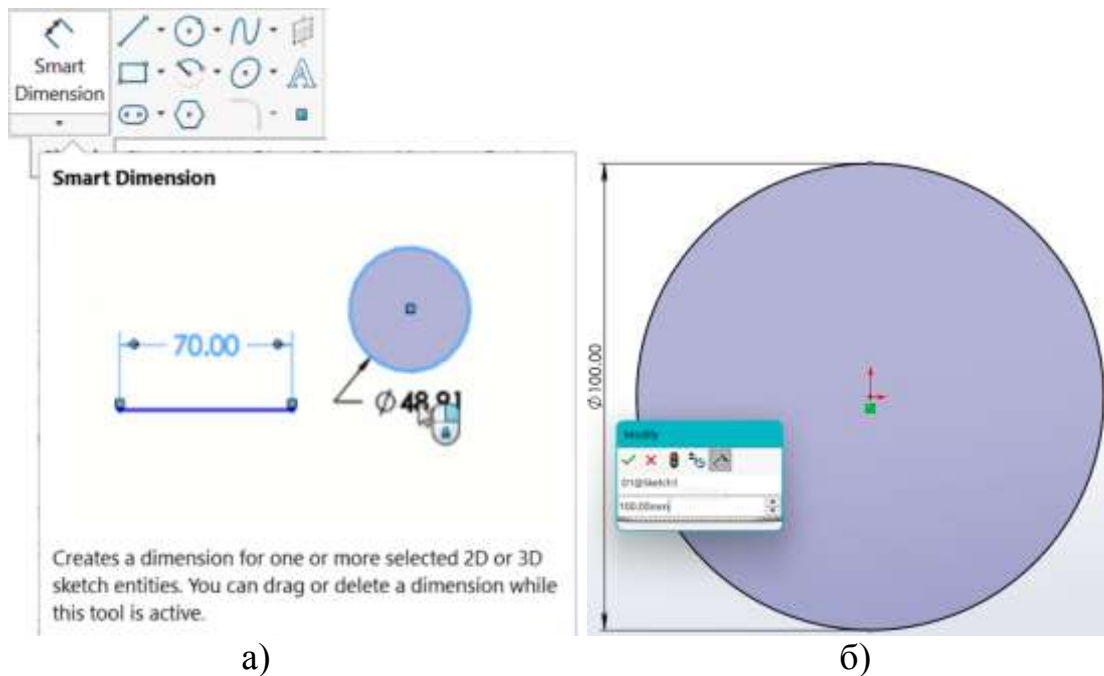

Рисунок 4.22 – Кнопка Smart Dimension з інструкцією побудови а) та результат нанесення розміру б)
4. Нанесемо розмір діаметра кола за допомогою кнопки Smart Dimension (рисунок 4.22, а), дотримуючись інструкції (Creates a dimension for one or more selected 2D or 3D sketch entities. You can drag or delete a dimension while this tool is active / Створює розмір для одного або кількох вибраних 2D або 3D ескізних об'єктів. Ви можете перетягнути або видалити розмір, коли цей інструмент активний). На рисунку 4.22, б показано результат нанесення розміру на накреслене коло. При цьому колір лінії кола змінився з синього на чорний, що свідчить про повне визначення ескіза.